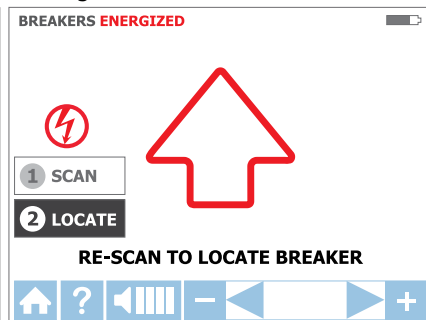
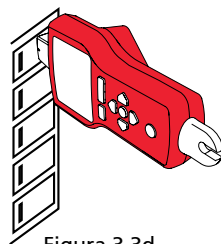

Figura 3.3c
Figura 3.3d
2. Rastreie cada disjuntor por meio segundo tocando com a ponta do sensor. Verifique se o sulco no Sensor de Ponta está paralelo ao comprimento do disjuntor (Veja Figura 3.3d)
1. Selecione modo LOCALIZAR Energizado, utilizando as setas direcionais para destacar este modo de operação e pressionando o botão amarelo "ENTER". (Vide figura 3.3c)
2. Rastreie novamente cada disjuntor tocando cada um com o Sensor de Ponta por meio segundo. A seta vermelha ativa indica processo de rastreamento (veja a Figura 3.3c). Verifique se o sulco no Sensor de Ponta está paralelo ao comprimento do disjuntor.(Veja Figura 3.3d)